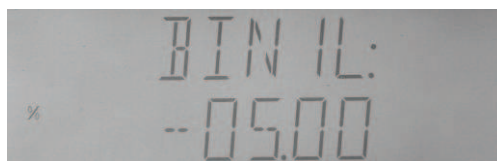

Figura 4-25 Datos mostrados en el modo de porcentaje de tolerancia
- a) Seleccione "SAVE" en la pantalla de operaciones con archivos mediante **【▲】** o **【▼】**, como se muestra en la figura 4-25.